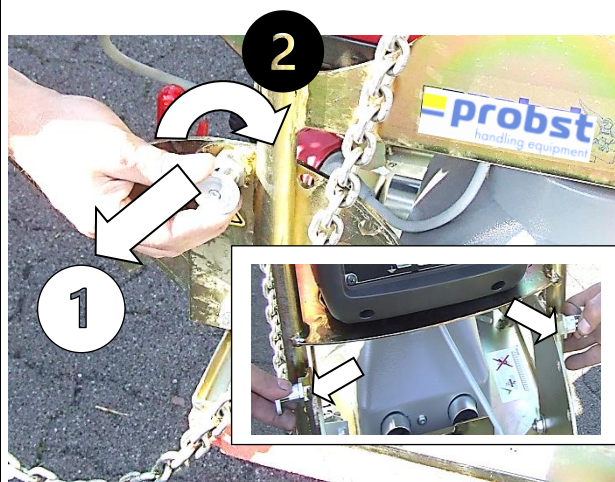

Rys. 01
Jeśli urządzenie jest zasilane z sieci, kabel zasilający **musi być** zamocowany w uchwycie (1) na uchwycie (4) (patrz Rys. 01)!